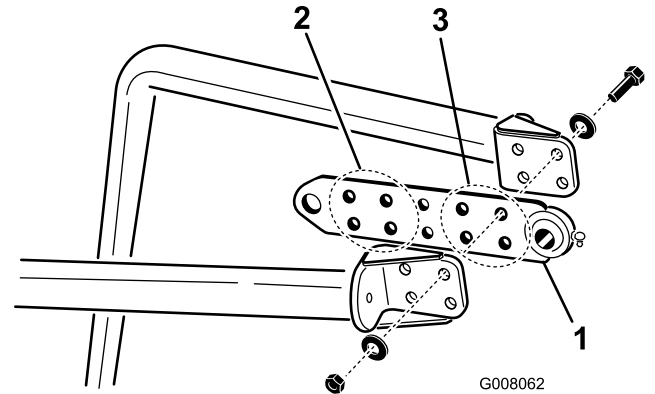

図 13
2. ネジ(1/2 x 2-1/4 in)(4本)、ワッシャ(8枚)、ロックナット(4個)を使って、取り付けタブを2本の牽引アームの前部の間に固定する。タブは図 13のように組み付ける。660 エアレータには前の穴を使用し、864 および 880 エアレータには後の穴を使用する。